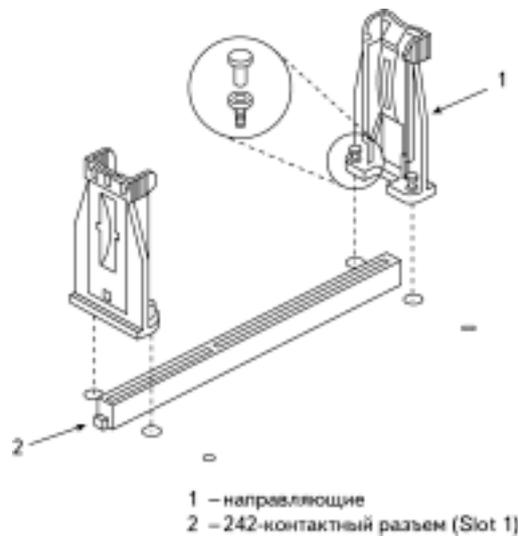
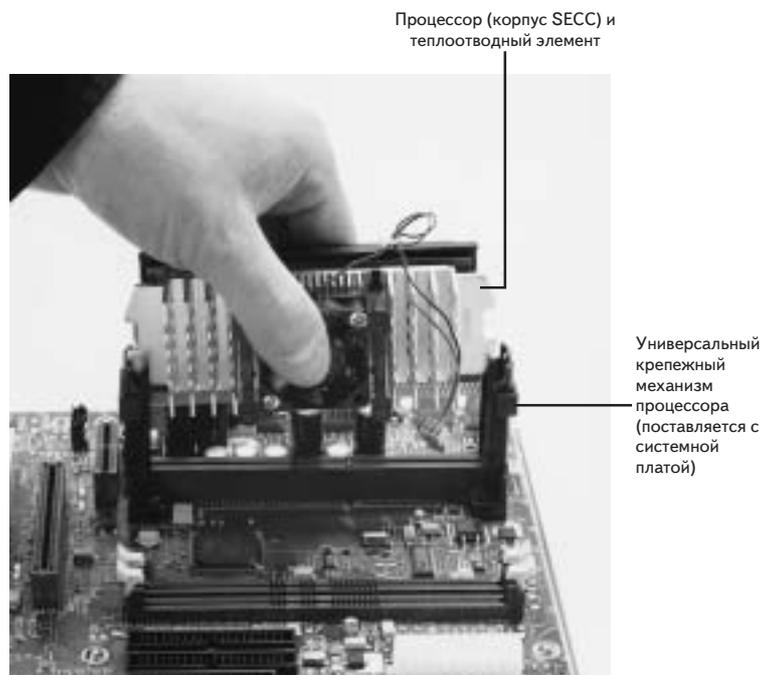
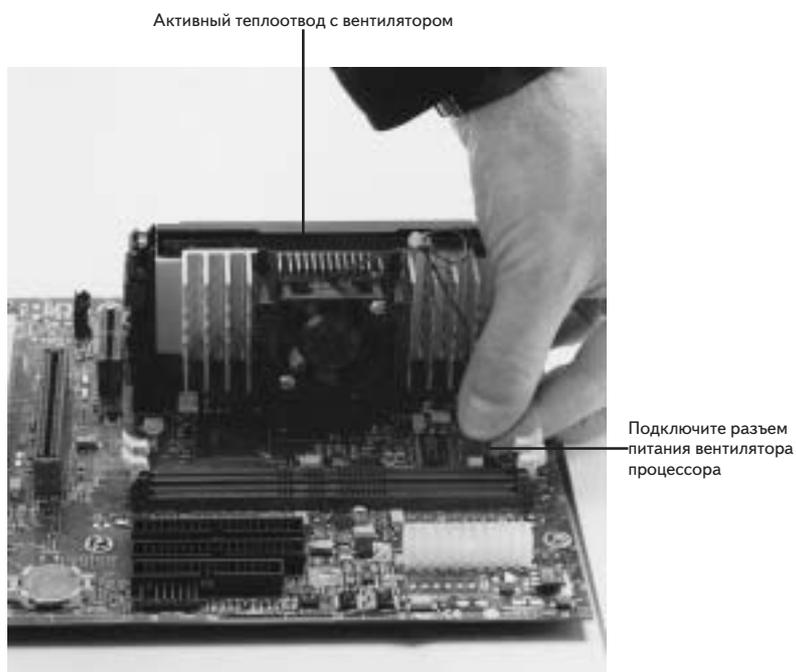

Рис. 23.5. Универсальный крепежный механизм процессора
Рис. 23.6. Установка процессора в разъем slot
Рис. 23.7. Подключение разъема питания вентилятора
- Для разъемов *pin slot* необходимо установить универсальный крепежный механизм, который состоит из стоек крепления процессора и механизма поддержки теплоотводного элемента. Большинство процессоров для разъема *slot* поставляются с установленным теплоотводным элементом — активным или пассивным. Перед установкой процессора в разъем системной платы необходимо смонтировать универсальный крепежный механизм (рис. 23.5). Для этого по обеим сторонам разъема процессора на системной плате установите крепежные стойки. По направляющим этих стоек процессор будет устанавливаться в разъем (рис. 23.6). Не забудьте перед установкой процессора закрепить на системной плате механизм крепления теплоотводного элемента и подключить разъем питания вентилятора (рис. 23.7). При